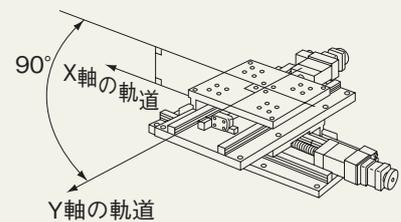

図10
⑧X・Y直交度【図10】[JIS B 7440-1987 準拠]